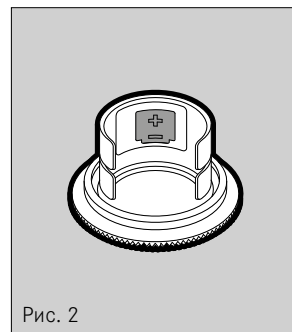

Рис. 2
- ▶ вложить элемент питания плюсом по направлению к отверстию в крышку отсека для элементов питания или извлечь элемент питания из неё (рис. 2)